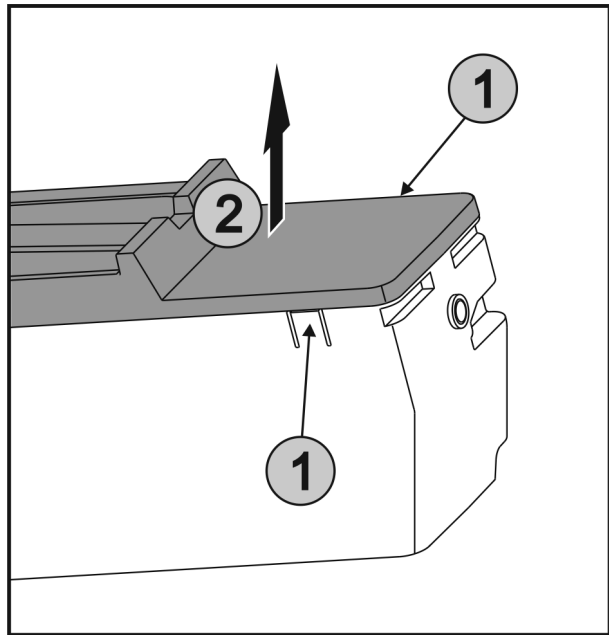

Fig. 49
- Appuyer simultanément sur les languettes Fig. 49 (1) des deux côtés de l'EasyTwist-Ice et retirer le couvercle Fig. 49 (2) vers le haut.